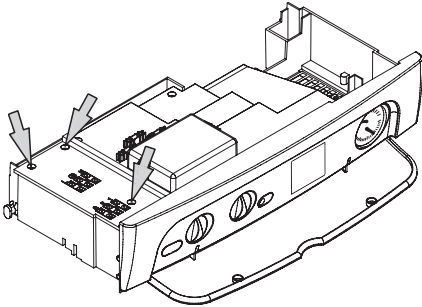

Рисунок 5.27
- Открутите винты и снимите крышку клеммной колодки, см. Рисунок 5.27.